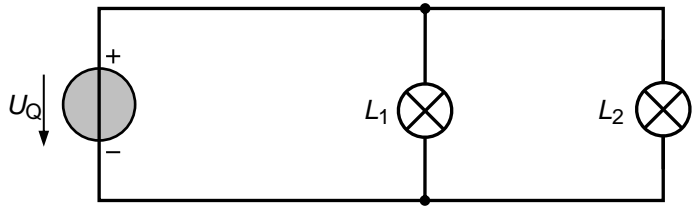

Bild 1-3: Einfacher Stromkreis
- (1) Die Spannung an den beiden Lämpchen L_1 und L_2 .
- (2) Der Strom I_1 durch die Lampe L_1 .
- (3) Der Gesamtstrom I , den die Quelle abgibt.
- b) Im Folgenden wird angenommen, dass die Lämpchen im Bild 1-3 die Aufschrift, 20 V / 1 W' tragen und mit Nennleistung betrieben werden.